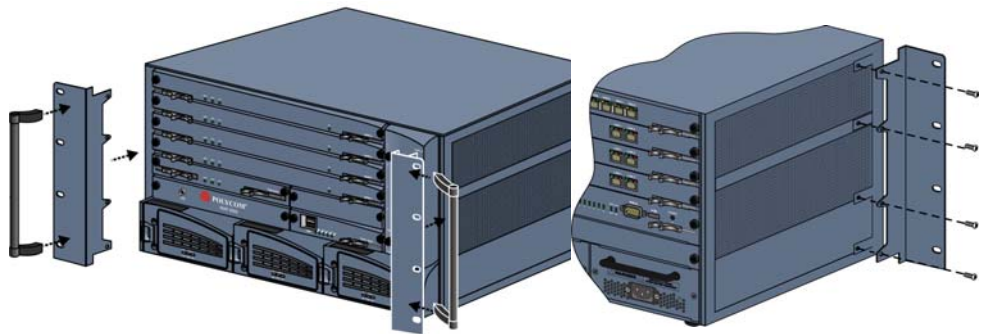

図 1-5 ハンドル/ブラケットの取り付けおよび23 インチブラケット取り付け背面の詳細
- 2 取り外し後、Rack Installation Accessories ( ラック取り付け付属品 ) キットに含まれている 23 インチブラケットを取り付け、ハンドルを 23 インチブラケットに取り付け直します。図 1-5 を参照してください。